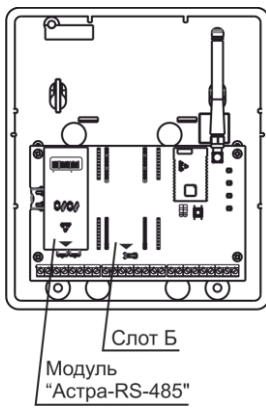

Рисунок 2
3) установить модуль в свободный слот на плате ППКОП, при этом модуль ориентировать по маркировкам (треугольникам), нанесенным на платы модуля и ППКОП (см. рисунок 2):